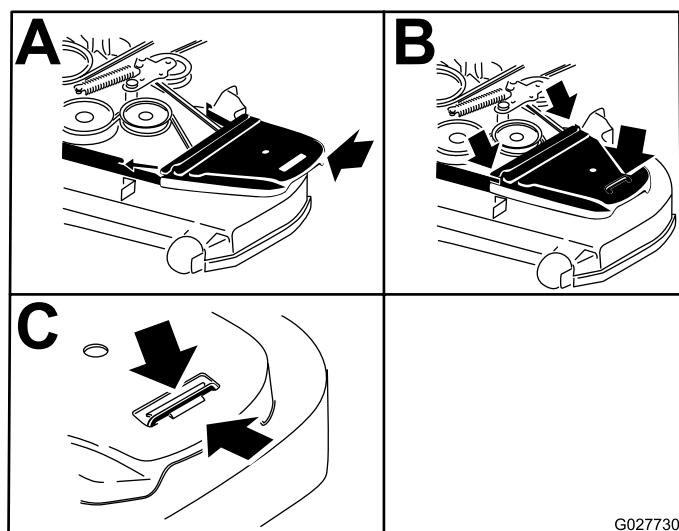

Figure 75
12. Posez les couvercles de courroie (Figure 75).